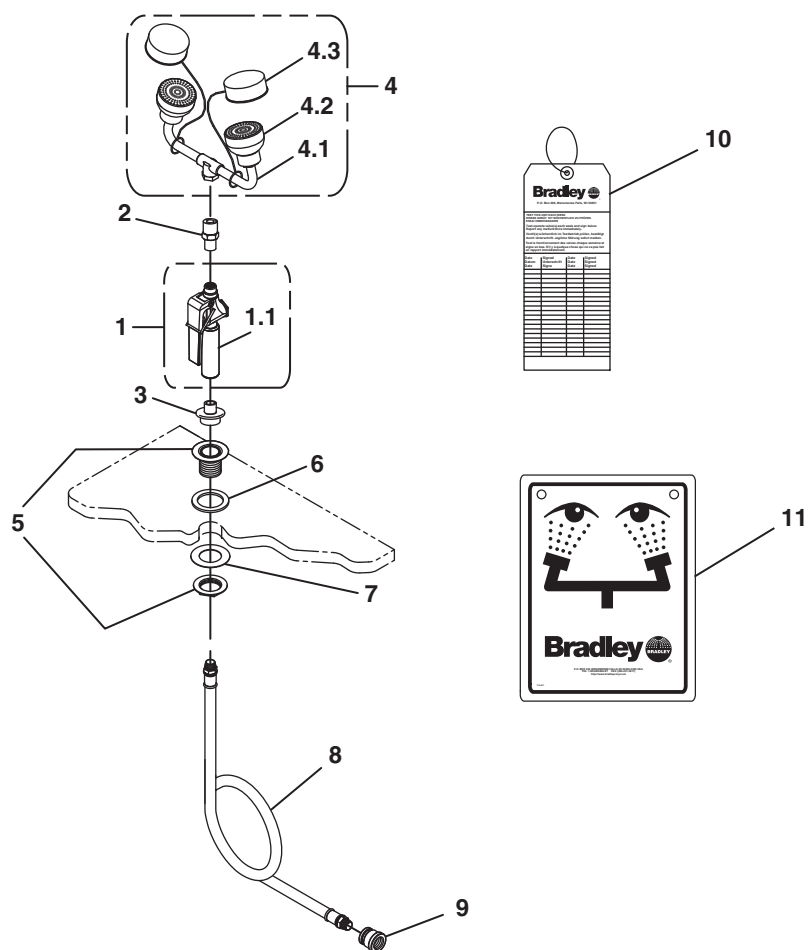

Figura 2
3. Instale la brida de drenaje usando las arandelas y la tuerca de seguridad proporcionadas (consulte la Figura 2 y la lista de piezas en la página 10).
1. Instale la manguera rociadora tal como se muestra en la Figura 2 de la página 10).